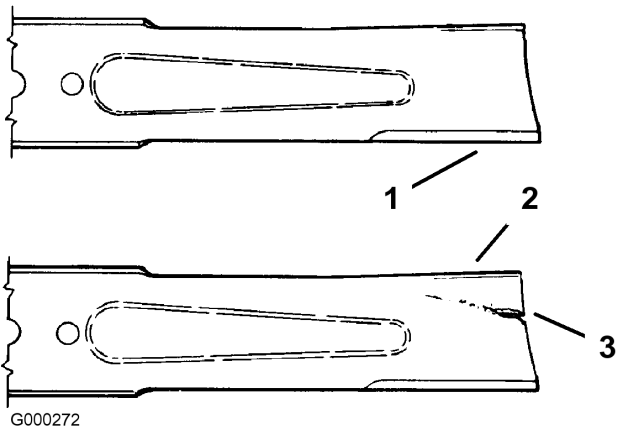

Figure 57
1. Examinez le tranchant des lames (Figure 57). Si les lames ne sont pas tranchantes ou si elles présentent des indentations, déposez-les et aiguisiez-les (voir Aiguisage des lames).
- Inspectez les lames, surtout la partie incurvée (Figure 57). Remplacez immédiatement toute lame usée, endommagée ou qui présente une entaille (repère 3 de la Figure 57).